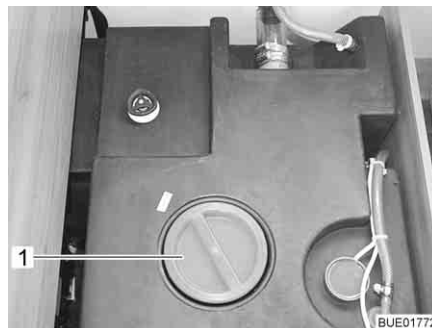

Fig. 179 Orificio de limpieza del depósito de agua
- Retirar la tapa de cierre (Fig. 179,1) del depósito de agua.